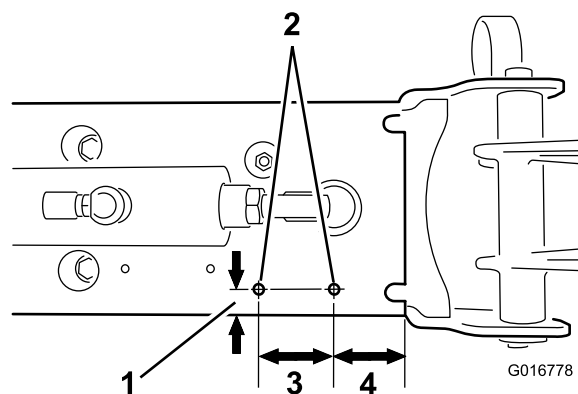

Figure 6
**Remarque:** Si vous possédez d'anciennes rampes dépourvues de trous prépercés, vous devrez percer 2 trous pour chaque support de clignotant, comme illustré à la Figure 6.